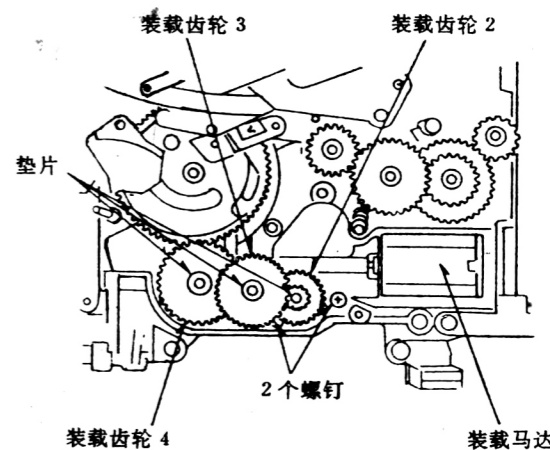

图 1-3-45
1. 安装上装载马达并拧紧如图 1-3-45 中所示的两个螺钉。
2. 按照图 1-3-45 所示, 安装上装载齿轮 4。